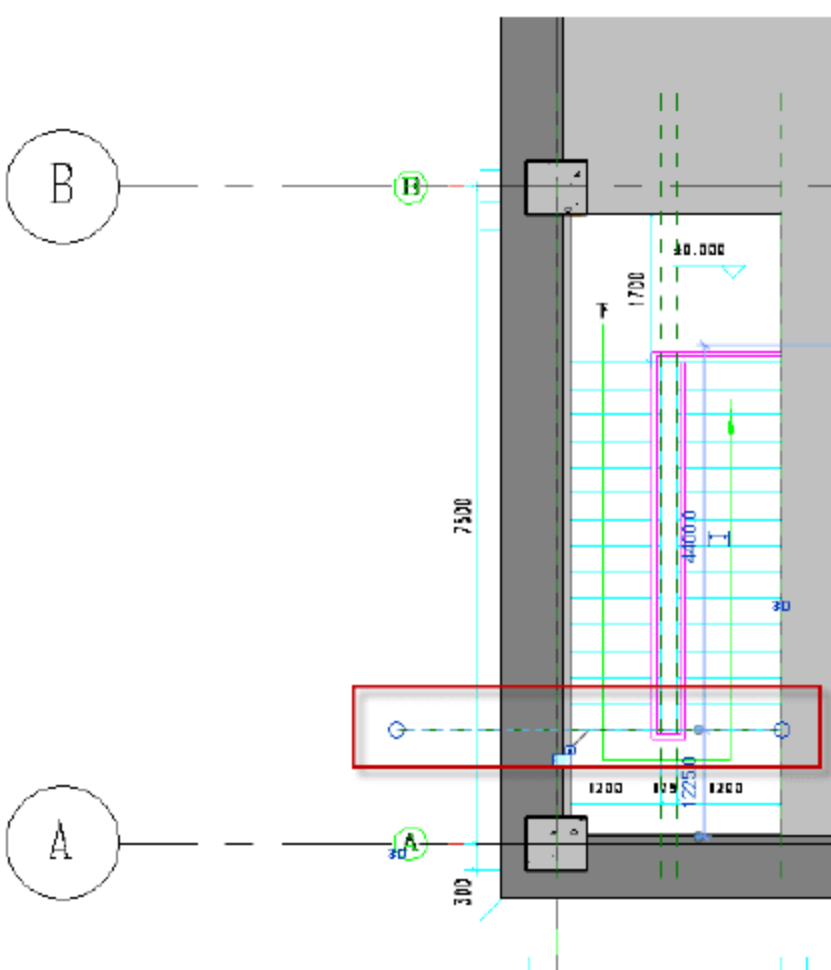

图 11.2.12 第一条水平踏步参照面
(8) 绘制踏步的参照平面。按快捷键 **R+P** 绘制参照平面，对齐第一条楼梯线，绘制参照线，如图 11.2.12 所示。